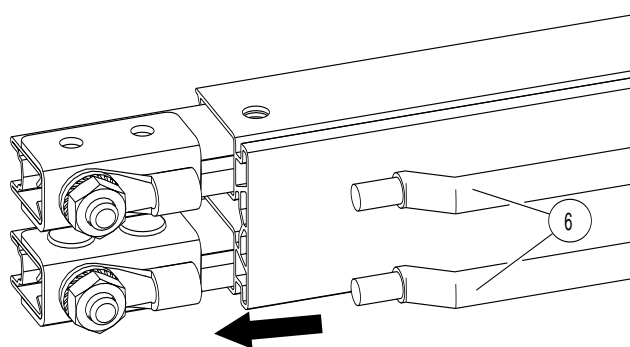

Abb. 20: Anschlussleitungen mit Quetschkabelschuh vercrimpen
- Anschlussleitungen an den Enden abisolieren und mit den Quetschkabelschuhen vercrimpen (siehe Abb. 20).